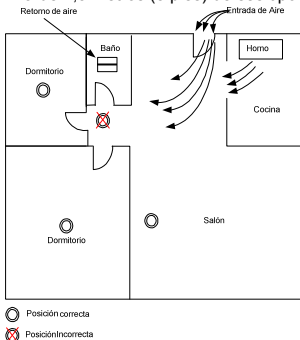

Figura 6: Ubicaciones recomendadas para el detector de humo
- ◆ No instale los detectores de humo por donde pasen corrientes de aire fresco. Dicha corriente de entrada y de salida de aire fresco puede alejar el humo del detector, reduciendo su eficacia. La Figura 6 indica los lugares apropiados e inapropiados que responden a este problema.